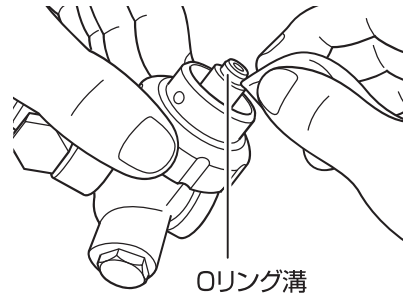

図 67 Oリング溝の清掃
2. 消毒用アルコールをしみこませた布等でOリング溝を清掃する。（図 67 参照）